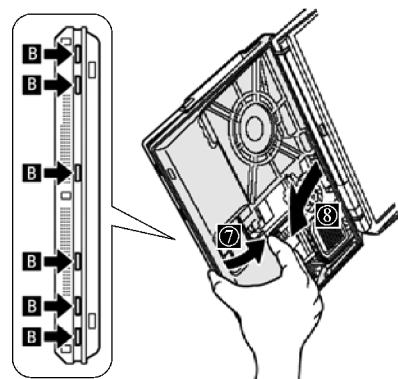

图 2-77 拆卸下面板
4) 如图 2-77 所示, 在拆除所有螺钉、挂钩及连线后, 即可将面板拆卸下来。